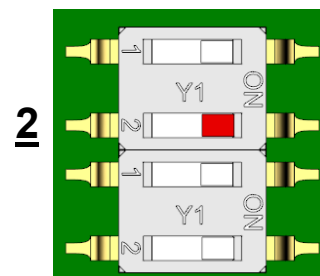

Abb. 6: Leitungslängen
- ▶ Schieben Sie den DIP-Schalter 2 in die Position **ON** (Abb. 6).